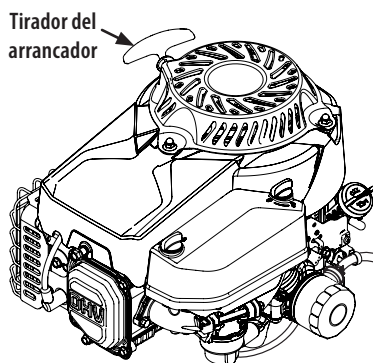

Figura 6
5. Sostenga el tirador del arrancador y tire lentamente hasta que el cabo quede un poco más tirante (Figura 6). Deje que el tirador se enrolle lentamente. Luego tire con un golpe rápido y continuo de todo el brazo. Deje que el tirador vuelva lentamente. Si el motor no logra arrancar después de tres intentos, repita las instrucciones (intente poner el acelerador en la posición rápido).